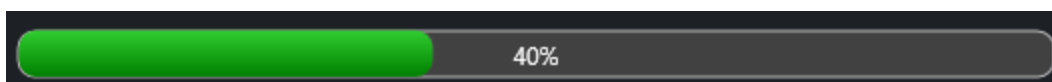

Рис. 69
9. Дождаться завершения загрузки прошивки (Рис. 69).